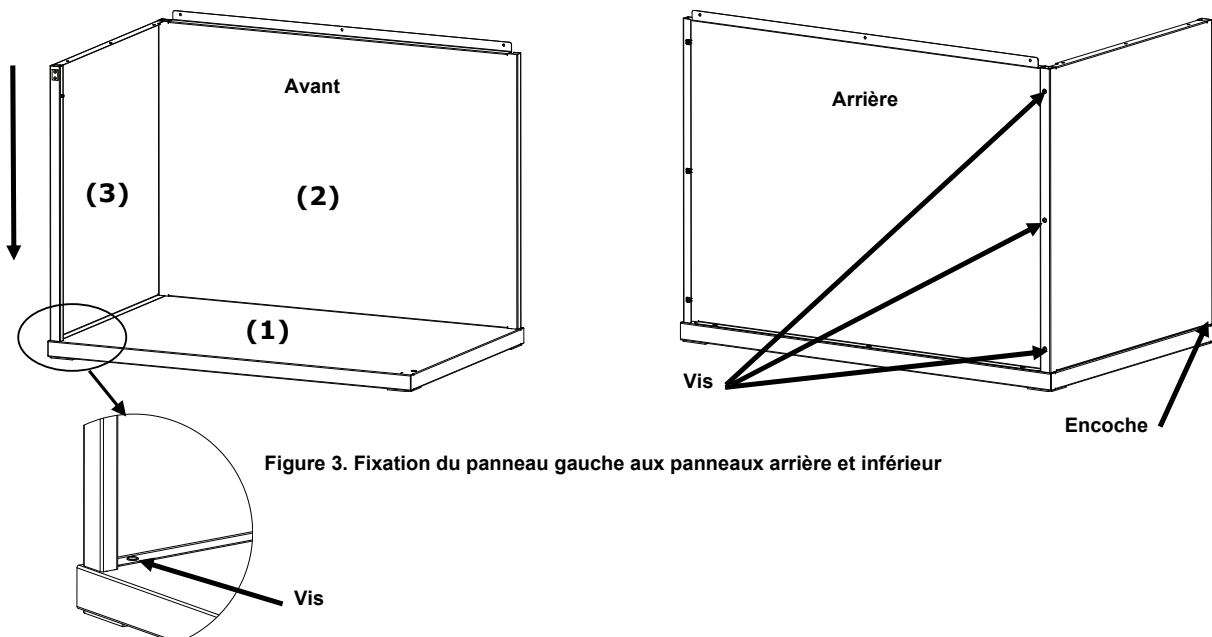

Figure 3. Fixation du panneau gauche aux panneaux arrière et inférieur
3. Tout en maintenant le panneau arrière (2), positionnez le panneau gauche (3) en orientant la face lisse vers l'extérieur sur la partie supérieure du panneau arrière (2).
4. Faites descendre le panneau gauche (3) le long de la rainure d'enclenchement jusqu'à ce que l'ergot de fixation avant (3) du panneau gauche soit inséré dans le panneau inférieur (1). Fixez le panneau gauche (3) aux panneaux inférieur et arrière à l'aide de quatre vis (voir Figure 3).